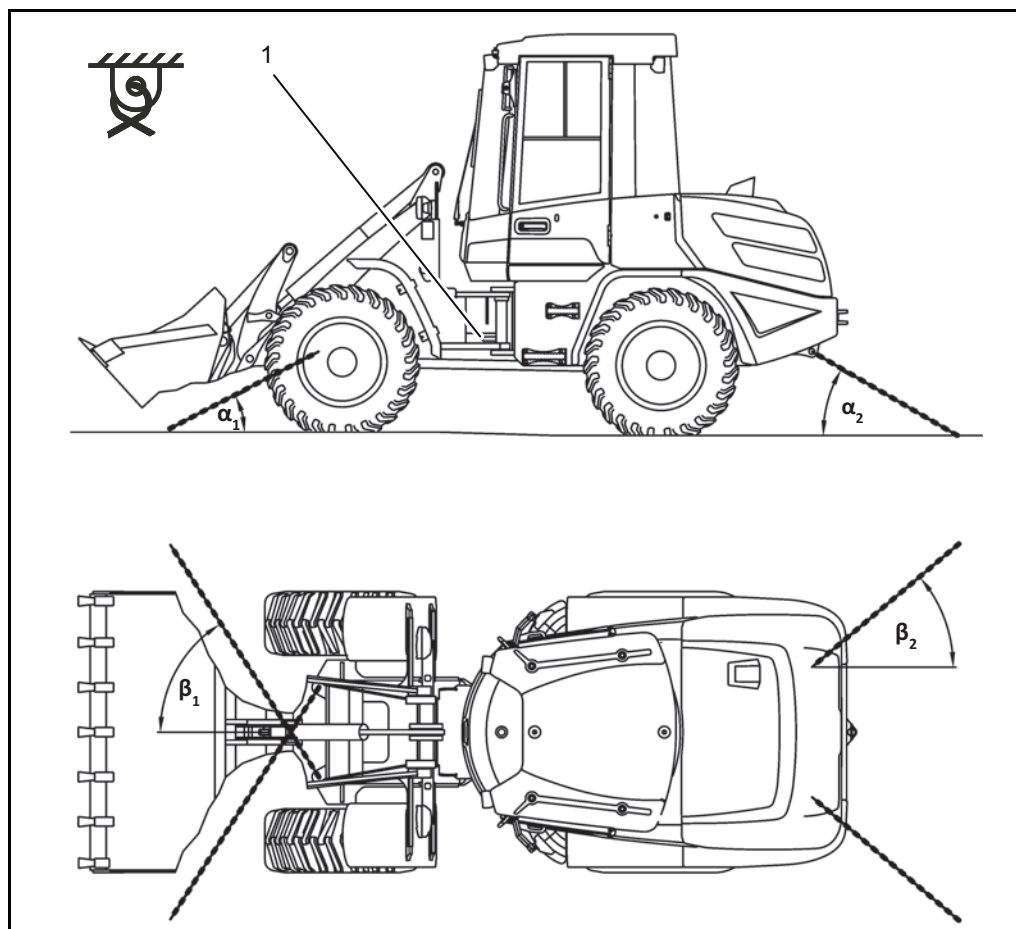

Fig. 8-5 Amarrage de transport
- ◆ Fixer la machine avec le verrouillage coudé (1).
- ◆ Amarrer la machine aux points marqués (Fig. 8-5) avec des sangles ou chaînes d'arrimage.